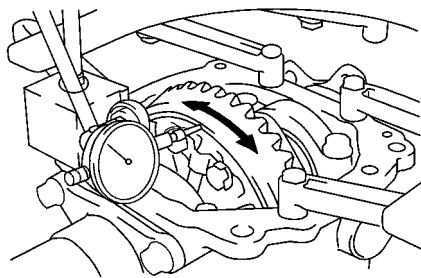

图 14-70 用千分表测量齿圈的径向圆跳动误差
(5) 检查齿圈的径向圆跳动。使用千分表测量齿圈的径向圆跳动, 如图 14-70 所示。